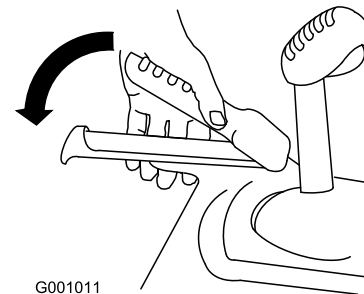

Bild 27
1. Drücken Sie zum Einkuppeln des Fahrtriebs den linken Hebel (Fahrtrieb) zum Handgriff (Bild 27).